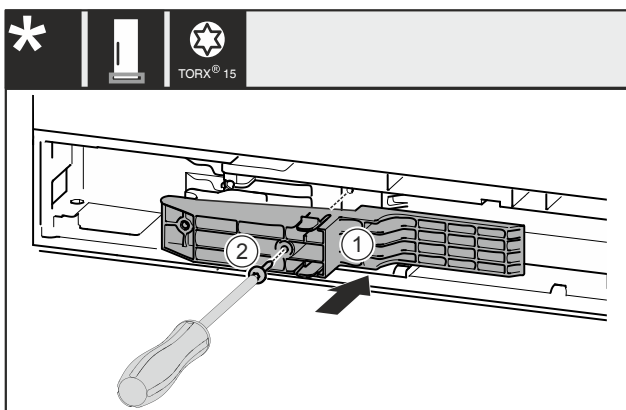

Fig. 52 *
- ▶ Вставьте деталь адаптера Fig. 52 (1) в выемку на стороне ручки.*
- ▶ Затяните винт Fig. 52 (2) отверткой.*